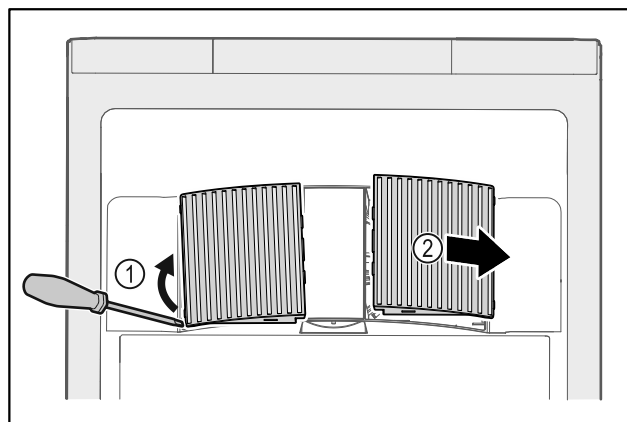

Fig. 141
- ▶ Bänd försiktigt loss flätkåpana på sidan Fig. 141 (1) och ta av dem framåt Fig. 141 (2).